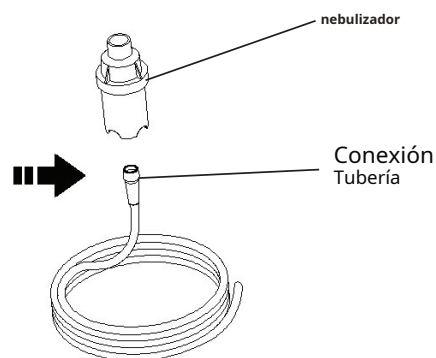

Figura 6-2
10. Presione con firmeza el otro extremo del tubo en la parte inferior de la copa del nebulizador (Figura 6-2).